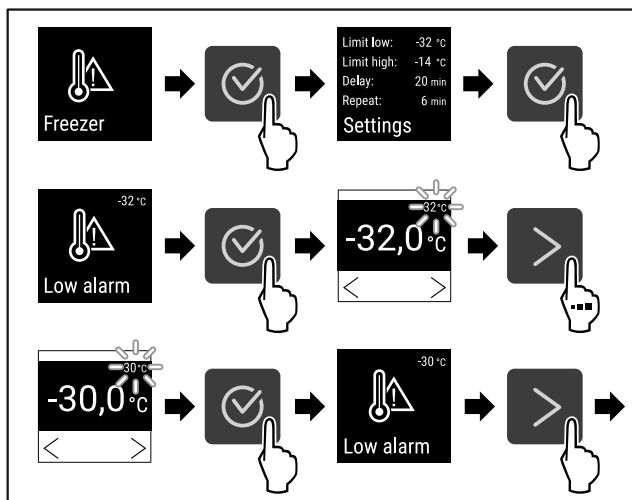

Fig. 97
- ▶ Suorita toimenpidevaiheet (katso Fig. 97).